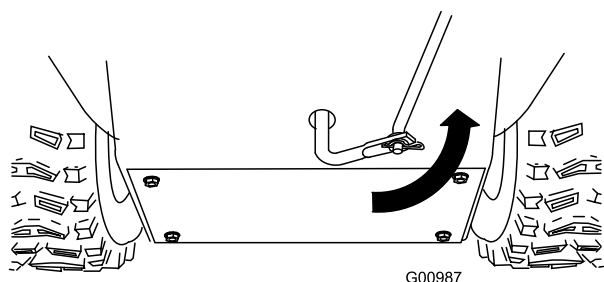

Figure 13
5. Tournez le bras de liaison inférieur complètement vers le haut (sens antihoraire) (Figure 13).